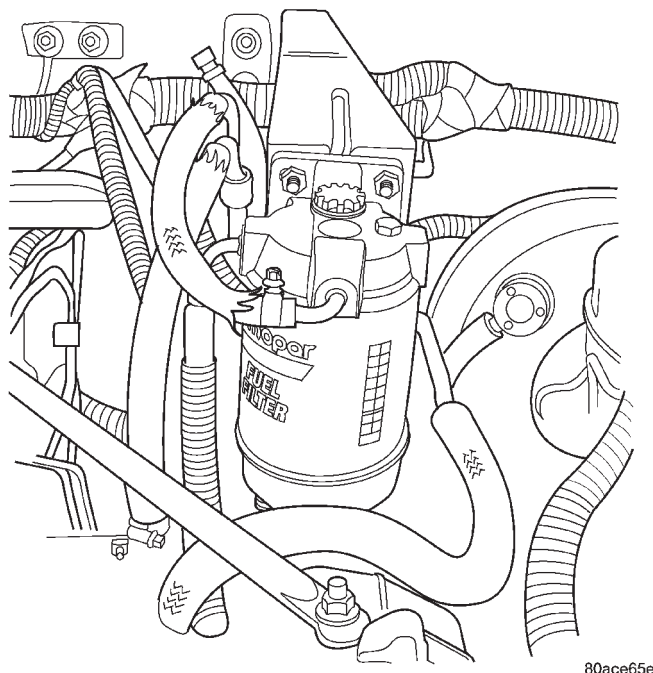

Abb. 29 Lage des Kraftstofffilter/Wasserabscheiders
Die Baugruppe Kraftstofffilter/Wasserabscheider befindet sich im Motorraum links neben dem Federbeindom. (Abb. 29).
Die Baugruppe Kraftstofffilter/Wasserabscheider beinhaltet den Kraftstofffilter, das Heizelement der Kraftstoffvorwärmung und das Kraftstoffablaufventil (Abb. 29).
(1) Unten an der Aufnahme des Filter/Abscheiders ist ein Ablaufventil angebracht (Abb. 29). Das Ablaufventil ist mit einer Anschlußkupplung ausgerüstet. An dieser Anschlußkupplung einen Gummischlauch anschließen. Dieser Schlauch dient dann als Ablaufschlauch.
(2) Unter den Ablaufschlauch ein Auffanggefäß stellen.
(3) Bei abgestelltem Motor das Ablaufventil der Aufnahme des Filter/Abscheiders öffnen (aufschrau-
ben—das Ablaufventil hat ein Rechtsgewinde). Um an das Ablaufventil zu gelangen, kann es nötig sein, die beiden Muttern der Filterhalterung an der Spritzwand einige Umdrehungen zu lösen (Abb. 29).
(1) Die Unterseite des Filtergehäuses des Kraftstofffilters reinigen.
(2) Die Dichtung des neuen Kraftstofffilters mit etwas sauberem Dieseldieselkraftstoff schmieren.
(3) Den Kraftstofffilter in das Filtergehäuse einbauen und festziehen. Der angefastete Teil der Gummidichtung muß dabei nach oben zum Filtergehäuse zeigen.
(4) Vor dem Einbau die Innenseite der Aufnahme mit einer wässrigen Seifenlösung reinigen. Sorgfältig alle Rückstände zwischen den beiden Meßspitzen aus Metall oben am Kraftstoff-Wasserfühler entfernen. Dafür keinesfalls chemische Reinigungsmittel verwenden, da es sonst zu Schäden an der Kunststoffaufnahme kommen kann!
(5) Vor dem Einbau der Kunststoffaufnahme unten am Kraftstofffilter ist diese mit Dieseldieselkraftstoff zu füllen. Dies soll verhindern, daß bei dem Versuch, den Motor anzulassen, Luft in die Einspritzpumpe gelangt.
(6) Die Kunststoffaufnahme unten am Kraftstofffilter montieren.
(7) Die beiden Steckverbinder unten an der Kunststoffaufnahme anschließen.
(8) Die Muttern der Halterung des Kraftstofffilters an der Spritzwand mit einem Anzugsmoment von 28 N·m (250 in. lbs.) festziehen (Abb. 29).